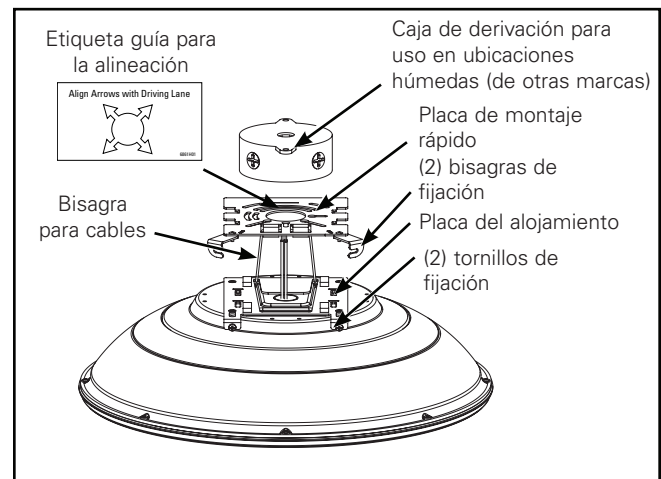

Figura 3.
Alinee la placa de montaje rápido con la caja de derivación haciendo coincidir las flechas con las líneas de los carriles de circulación del garaje (Figura 3). La dirección de las flechas debe estar alineada con la dirección del tránsito.
3. Desenganche la placa de montaje rápido de la bisagra para cables (Figura 3).
4. Instale la placa de montaje rápido en una caja de derivación para ubicaciones húmedas (de otras marcas) usando los accesorios incluidos (tornillos n.º 8-32 x 3/4" o n.º 6-32 x 3/4"). Consulte la guía de alineación más arriba y las flechas de alineación en la etiqueta de la placa de montaje rápido (Figura 3).